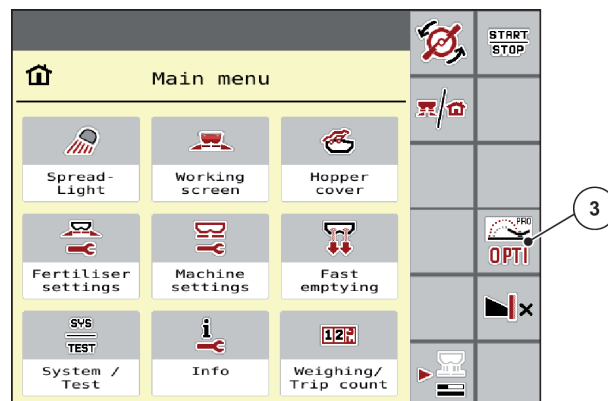

Abb. 15: OptiPoint im Hauptmenü aktiviert
- Funktionstaste „OPTI“ betätigen, um den Vorgewendemodus zu aktivieren. Oder im Hauptmenü aktivierbar siehe Abb. 15 OptiPoint im Hauptmenü aktiviert.